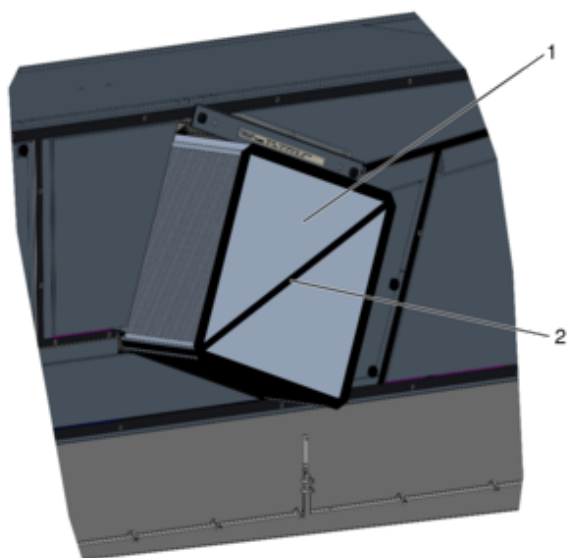

Abb. 42: Wärmerückgewinner demontieren
3. ▶ Wärmerückgewinner (Abb. 42 /1) an der Lasche (Abb. 42 /2) herausziehen.
Wärmerückgewinner (Abb. 42 /1) mit warmem Wasser (max. 40 °C) ausspülen (z. B. mit einem handelsüblichen Duschkopf).